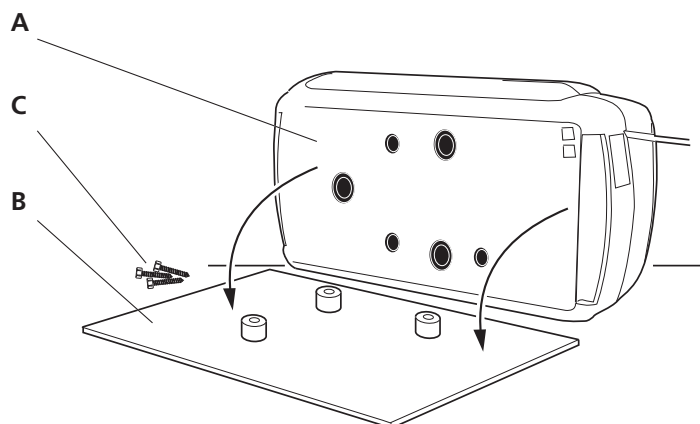

FIG.1
4.1 Descriptif (Voir FIG. 1 - 2 - 3 - 4 - 7 - 8) :